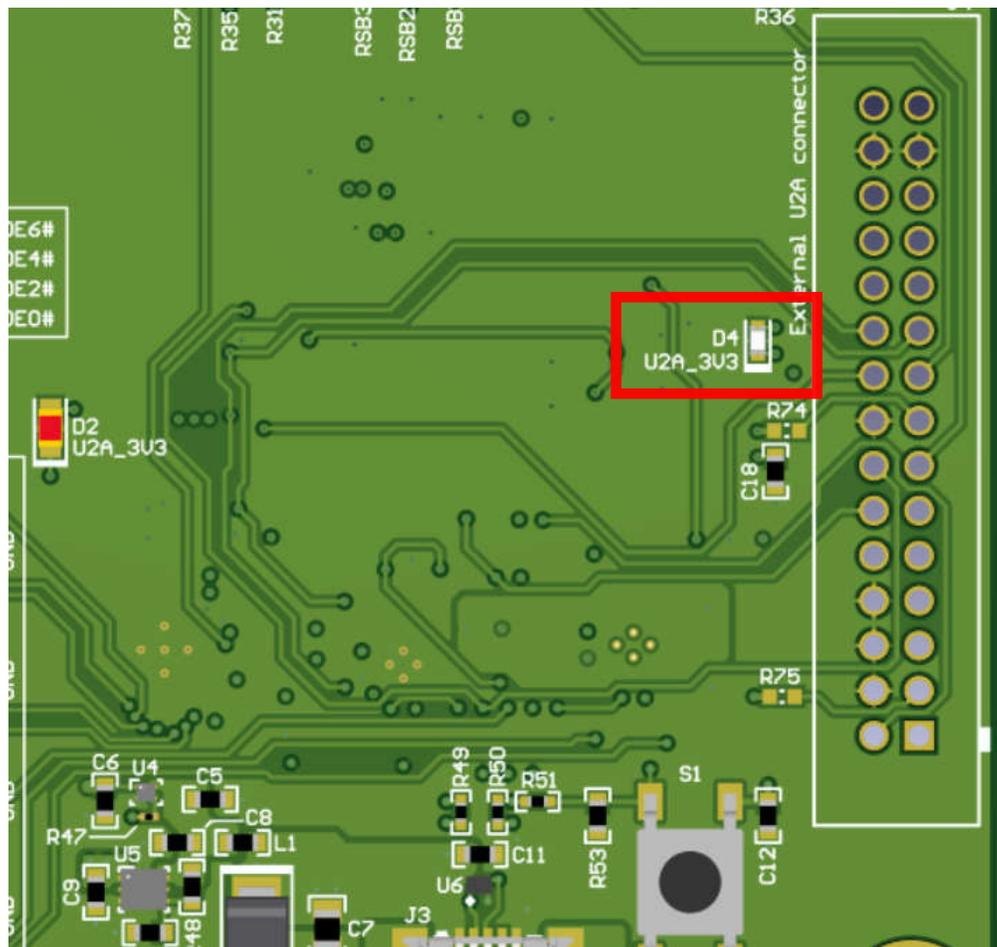

图 2-2. USB LED
- iii. 点击 *Identify* 使 LED 闪烁，如图 2-2 所示。点击 *Identify* 按钮后，LED 会以约 0.5 秒亮、0.5 秒灭的频率快速闪烁约 5 秒钟。这样可确认与电路板的连接。但请注意，已连接到 PC 但未通过 TICS Pro 实例连接的 *USB2ANY* 器件，可能会持续以亮 1 秒、灭 1 秒的慢速闪烁。